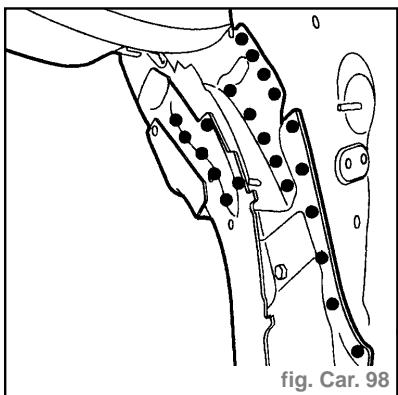

fig. Car. 99
- Souder par points électriques (avec l'équipement AB1) (fig. Car. 99 et 100).